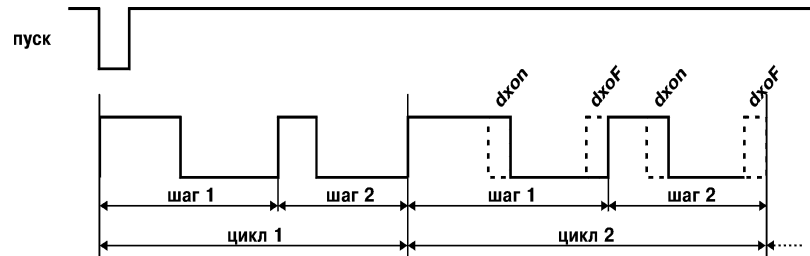

Рис. 4
3.1.2.6. После выполнения очередного цикла время длительности импульса в каждом шаге последовательности может автоматически изменяться на величину «**dXon**», а время длительности паузы – на величину «**dXoF**». Для этого необходимо задать значения этих параметров отличными от нуля (рис. 4).